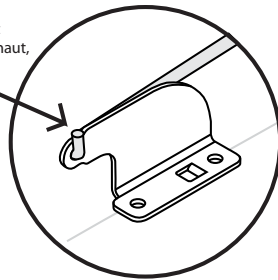

Figure 20 : Supports gauche et droit, pointant vers le haut
5. Tout en maintenant le bras de connexion en place, tournez-le afin que ses extrémités pointent vers le haut (Reportez-vous à la figure 20). Le bras de connexion devrait désormais être verrouillé en place.